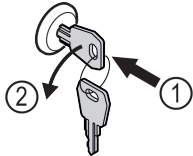

Fig. 124
- ▶ Įspauskite raktą. Fig. 124 (1)
- ▶ Pasukite raktą 90° prieš laikrodžio rodyklę. Fig. 124 (2)